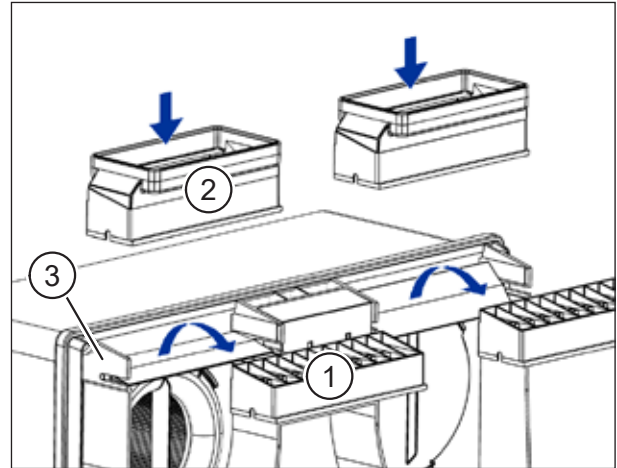
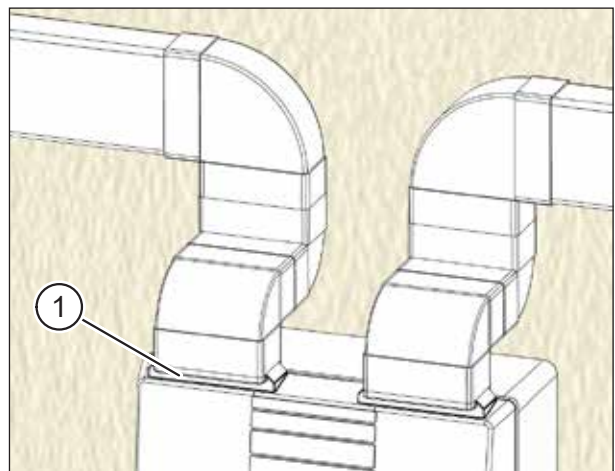

Abb. 39: Adapter (Adapter-Kit U²) montieren
Abb. 49: Flachkanäle mit Lüftungsgerät verbinden
- ▶ Heben Sie die beiden Luftklappenrahmen (Pos. 1 in Abb. 39), die standardmäßig im Gerät eingesetzt sind, nach oben ab.
- ▶ Setzen Sie beide Adapter (Pos. 2 in Abb. 39) aus dem Adapter-Kit U² in die Halterungen (Pos. 3 in Abb. 39) am Lüftungsgerät ein, wie in Abb. 39 gezeigt.
- ▶ Entfernen Sie die Luftklappenrahmen (siehe Beschreibung und Abb. 39 in Abschnitt 11.7.3.1 auf Seite 37).
- ▶ Setzen Sie die Kanaladapter (Pos. 1 in Abb. 49) in das Lüftungsgerät ein (siehe Beschreibung und Abb. 39 in Abschnitt 11.7.3.1 auf Seite 37).